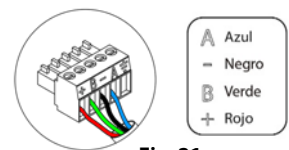

Fig. 21
Para la conexión al bus de conexión Airzone de la central (2) dispone de 1 borna de 5 pines. Fije los cables con los tornillos de la borna respetando el código de colores (Fig. 21).